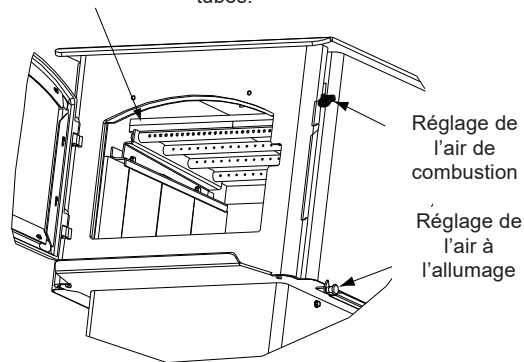
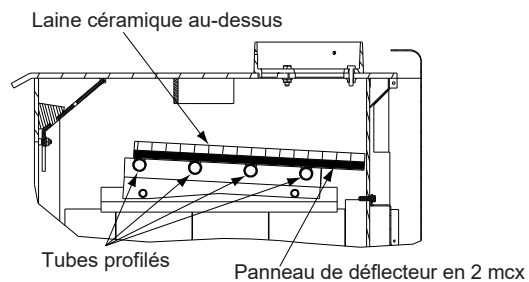

Figure 23.3
Figure 23.4
4. Réinstallez les deux parties du déflecteur l'une après l'autre. Assurez-vous que les deux parties du déflecteur soient à égalité avec le collecteur à tubes avant et qu'elles reposent sur tous les tubes (**Figure 23.2**, **Figure 23.3** et **Figure 23.4**).